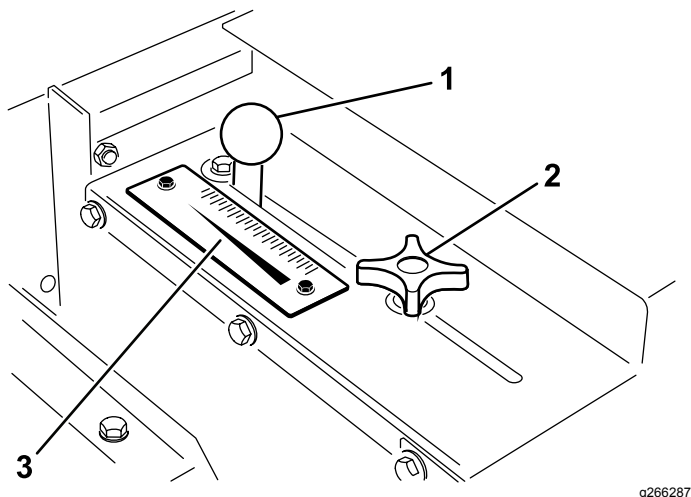

Figura 19
1. Afloje el pomo de bloqueo (Figura 19) lo suficiente para permitir que se deslice libremente por la ranura.
2. Ponga el pomo de la compuerta (Figura 19) en la posición deseada y apriete el pomo de bloqueo para afianzar el ajuste.
Utilice la escala de dosificación (Figura 19) para determinar la tasa de aplicación deseada. Consulte Tasa de aplicación de arena \(página 19\).